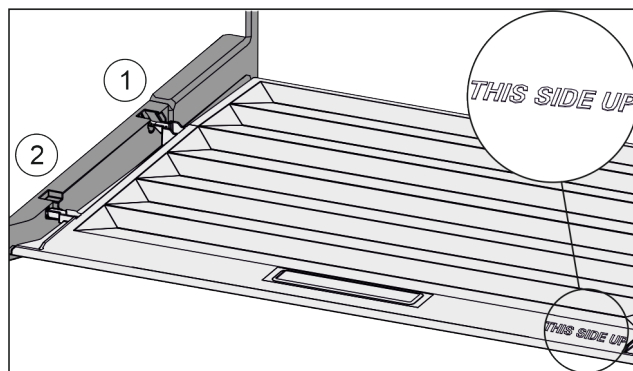

Fig. 45
- Výstupky víka zaveďte do zadních držáků Fig. 45 (1) a vpředu zaklesněte do držáku Fig. 45 (2).